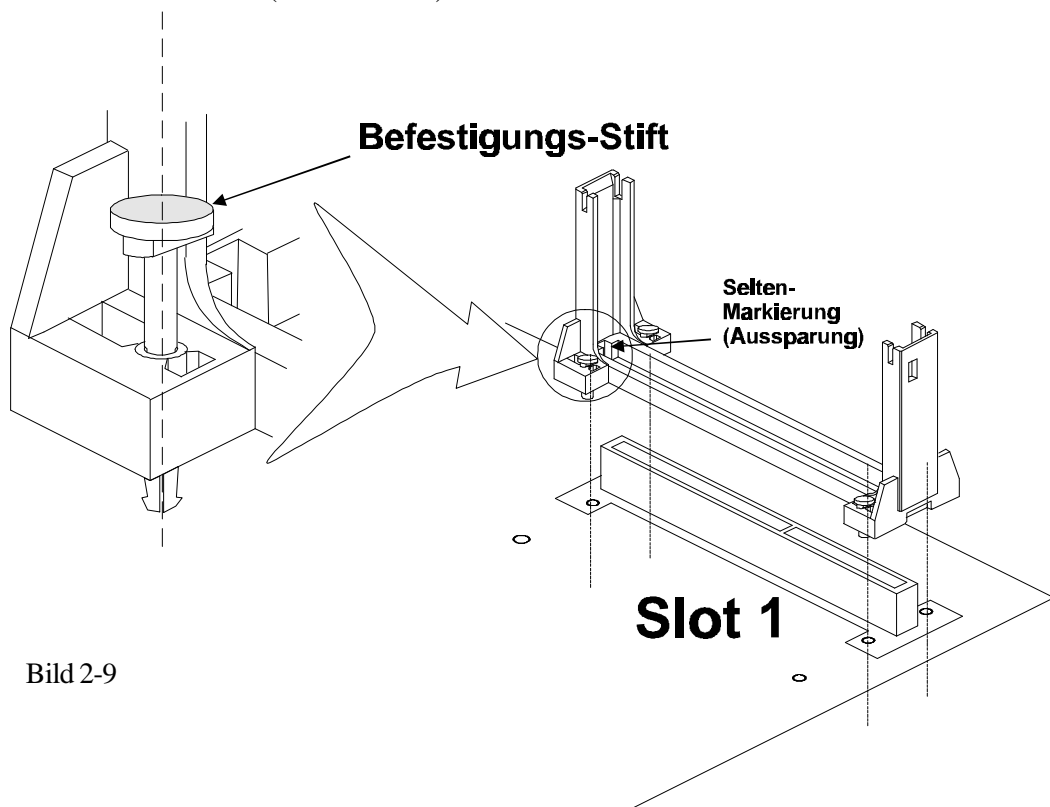

Bild 2-9
2. Dann den CPU-Ständer der Halterungsvorrichtung so auf das Mainboard setzen, daß damit der Slot 1 eingerahmt wird. Die im Bild gezeigte Markierung des Ständers muß zu Pin 1 des CPU-Sockels zeigen. (siehe Bild 2-9)
3. Die vier Befestigungsstifte werden in die Löcher gesteckt, die sich im Fuß des CPU-Ständers befinden, damit der Ständer mit dem Mainboard fixiert wird. (siehe Bild 2-9)